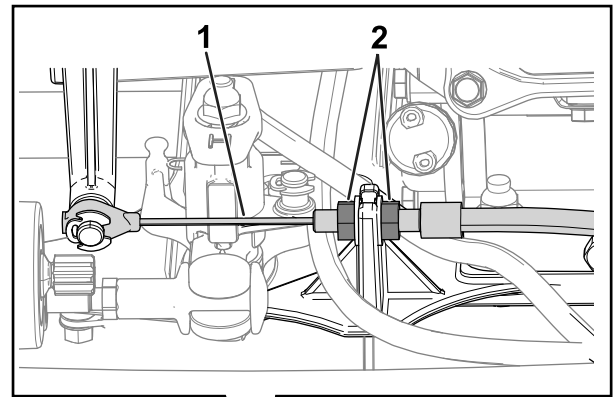
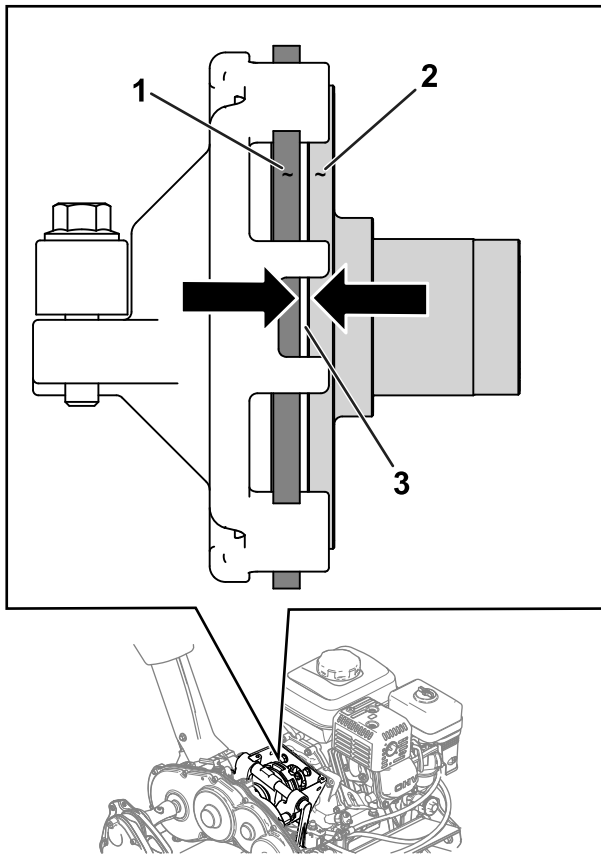

Figura 34
Figura 35
2. Afloje las contratuercas y ajuste el cable de tracción hasta que quede un espacio de 1.1 mm (0.045") entre el disco de fricción y el plato de presión (Figura 34 y Figura 35).